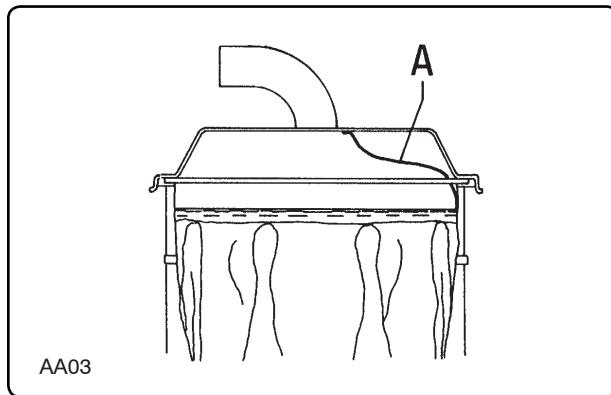

Fig. 8.5.5
**8.5.4 - Sostituzione del filtro negli aspiratori nella categoria d'impiego "B1" fig. 8.5.5**
**8.5.4 - Changing the filter on "B1" version vacuum fig. 8.5.5**
**8.5.4 - Sustitución del filtro en los aspiradores de la categoría de empleo "B1" fig. 8.5.5**
**8.5.4 - Het vervangen van filters in de gebruikerscategorie "B1" (Afb. 8.5.5)**